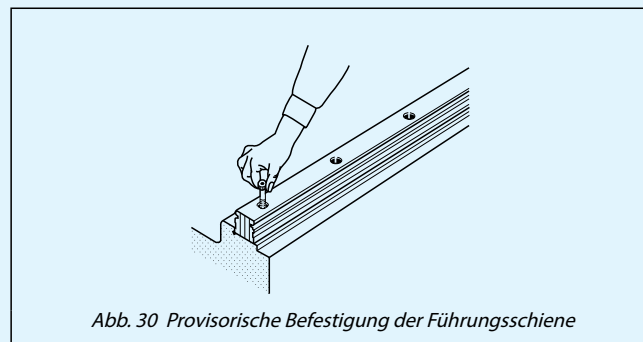

Abb. 30 Provisorische Befestigung der Führungsschiene
- Ausrichten und dann provisorisch an der Bezugsmontagefläche der Führungsschiene jeder Kugelumlaufführung befestigen (siehe Abb. 30) Während der Montage ist darauf zu achten, dass die Befestigungsschrauben der Schiene nicht aus den Bohrungen herausragen.